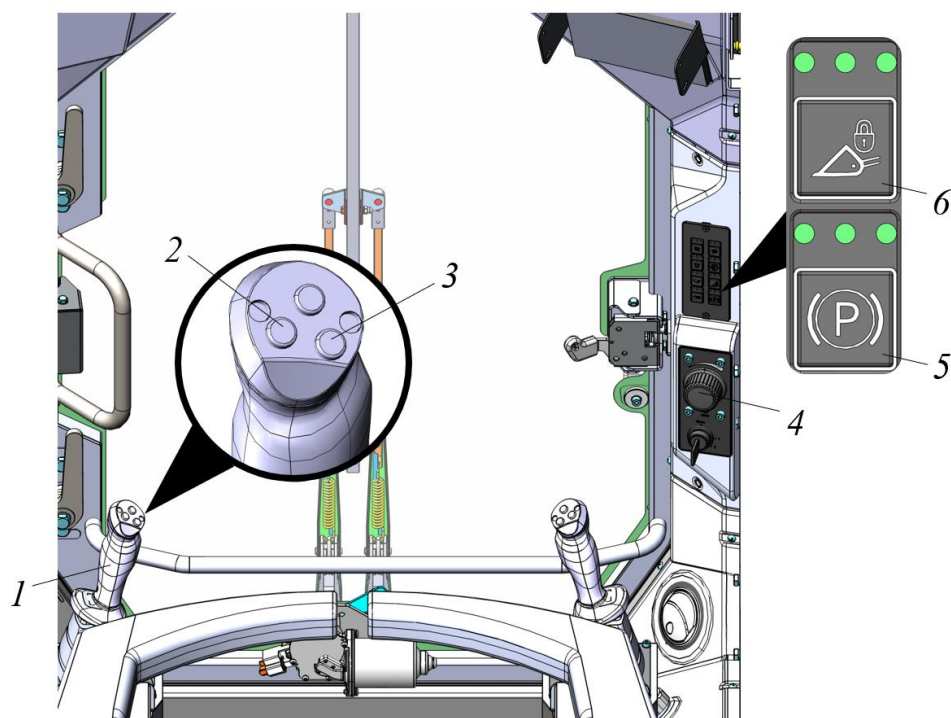
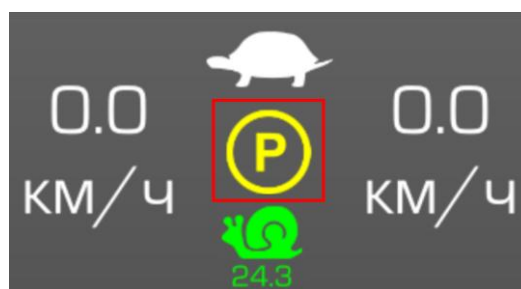
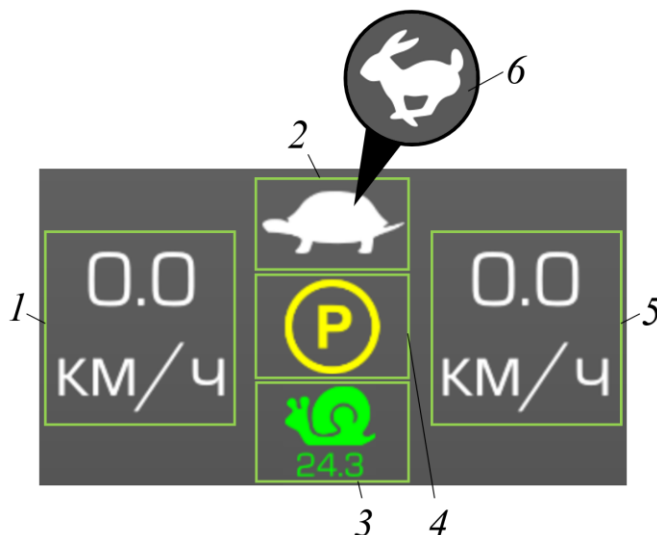

Рисунок 3.56. Джойстик управления движением машины
Рисунок 3.57. Параметры движения машины
Рисунок 3.58. Режимы движения
Для управления движением используется левый джойстик поз. 1, см. рис. 3.56.
Для того чтобы машина начала движение необходимо нажать кнопку паркинга «Р», поз. 5 (разблокирует гидросистему хода машины), рис. 3.56. При этом на приборной панели должен погаснуть индикатор «Стойночный тормоз», рис. 3.57.
Для блокировки/разблокировки рабочего оборудования нажимать кнопку 6, рис. 3.56. Индикация о состоянии рабочего оборудования выводится на дисплейный модуль.
Переместить джойстик управления движением 1 (рис. 3.56) в предполагаемом направлении (вперед или назад). Обороты двигателя автоматически поднимутся до отметки 1100 об/мин., и машина начнет движение в выбранном направлении.
После остановки и бездействия машины (джойстики управления движением и навесным оборудованием находится в нейтральном положении) через 5 сек. активируется автоматический стояночный тормоз «Auto Hold» (на приборной панели загорится индикатор , рис. 3.57), а через 10 сек. обороты двигателя автоматически снизятся до минимальных холостых – включится ЕСО-режим (если оператор не уменьшил обороты двигателя рукояткой 5 после остановки машины), дополнительно см. п. 3.3.5 Экономичный режим двигателя (ЕСО-режим).
Машина имеет возможность двигаться вперед и назад на разных передачах. Смена передачи реализована при помощи кнопок 2 и 3, рис. 3.56. Кнопка 2 отвечает за переключение на рабочую передачу. При активированном режиме «рабочая передача» на приборной панели горит индикатор «черепаха», см. поз. 2, рис. 3.58. Кнопка 3 отвечает за переключение на транспортную передачу. При активированном режиме «транспортная передача» на приборной панели горит индикатор «заяц», см. поз. 6, рис. 3.58.
- ▶ Для активации/деактивации динамической передачи нажать кнопку 3 на левом джойстике. При включении динамического режима на дисплее появляется индикатор «Улитка» (поз. 3, рис. 3.58), под индикатором цифрами отображается процент от максимальной скорости.